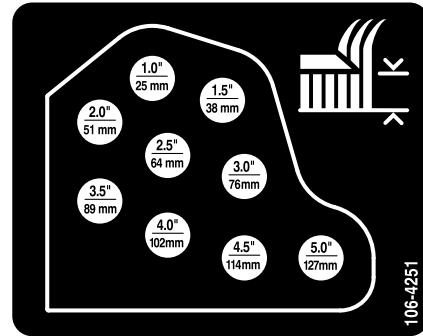

Figura 17
10. Montate le catene dell'altezza di taglio nel foro dell'altezza di taglio desiderata usando il perno con testa e la coppia (Figura 17).